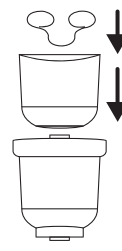

РИС. 2
2. Переверните вверх дном корпус (емкость для газового баллона), поместите в корпус одноразовый газовый баллон (при этом место под прокол на баллоне совместится с отверстием в емкости для газ. баллона), зафиксируйте баллон в корпусе металлическим фиксатором из комплекта поставки горелки, (РИС. 2).